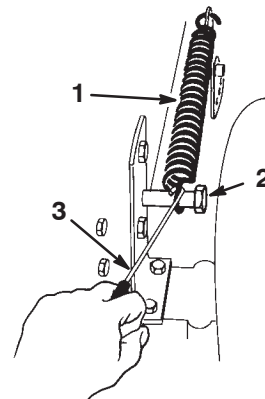

Bild 37
5. Nehmen Sie die Schnitthöhenhubfeder von der Befestigungsschraube ab (Bild 37). Die Feder befindet sich zwischen Rahmen und rechtem Hinterrad.
13. Stellen Sie den Schnitthöhenhebel (Mähwerkhub) auf Kerbe „D“. Haken Sie die hubgestützte Feder zur Einlagerung an der Befestigungsschraube ein (Bild 37).